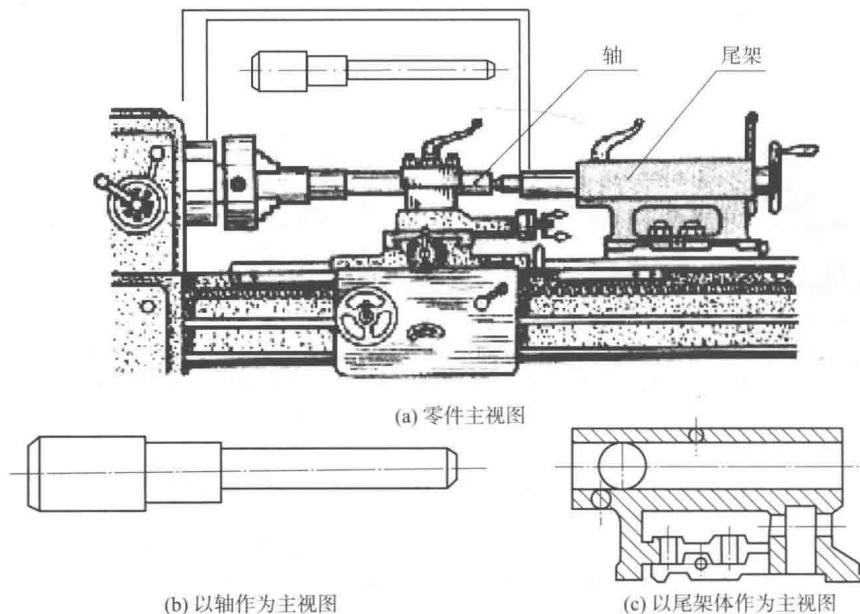

图 2-3 考虑零件安放位置选择主视图
(1) 加工位置原则:是指零件在机床上加工时的装夹位置。主视图方位应与零件主要加工工序中的加工位置相一致,如加工轴、套、轮、圆盘等零件,大部分工序是在车床或磨床上进行的,因此这类零件的主视图应将其轴线水平放置,便于看图、加工和检测尺寸。如图 2-3(b)所示的轴作为主视图,其安放方位是符合图 2-3(a)所示在车床上的加工位置的。
(2) 工作(安装)位置原则:是指零件安装在机器或部件中的安装位置或工作位置。主视图方位与安装位置或工作位置相一致,有利于把零件图和装配图对照起来看图,便于想象零件在机器或部件中的位置和作用。如图 2-3(c)所示的尾架体作为主视图,是符合它在车床上的安装(工作)位置的。